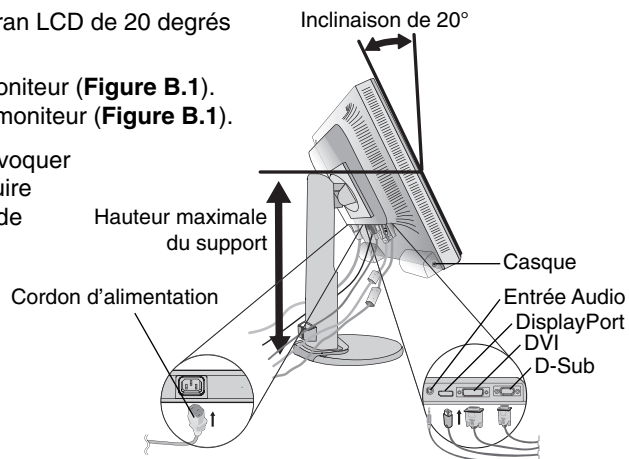

Figure B.1
4. Reliez tous les câbles au connecteur approprié à l'arrière du moniteur (**Figure B.1**). Branchez les écouteurs au connecteur approprié à gauche du moniteur (**Figure B.1**).